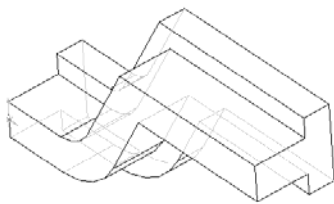

图 3-71 扫描件
运用扫描特征进行零件建模, 最终生成的零件如图 3-71 所示。
- 至此该零件就制作完成了，最后的效果如图 3-71 所示。